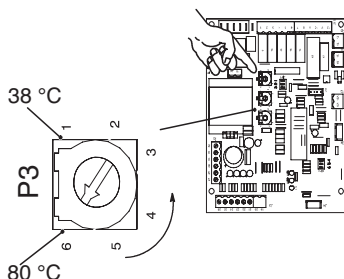

Figura 5.23
- Nel caso di Zona in Alta temperatura (AT) comandata da termostato ambiente è possibile regolare la temperatura di mandata mediante il trimmer P3 (da 30° a 80°) in Figura 5.23